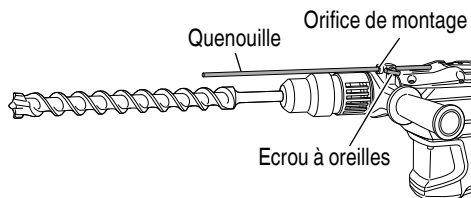

Fig. 16
- (c) Commuter le sélecteur sur "frappe" en procédant comme indiqué au point (1) ci-dessus et fixer la position de l'outil.
5. Installer la quenouille (Fig. 16)